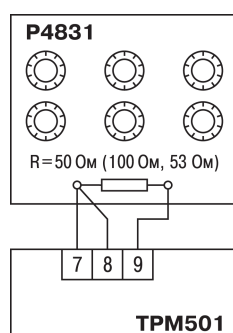

Рисунок 8.1 – Схема подключения
1. Подключить ко входу (клеммы 7 – 9, см. рисунок 8.1) прибора вместо датчика магазин сопротивлений типа P4831 (или подобный ему с классом точности не ниже 0,05) по трехпроводной линии. Сопротивления проводов в линии должны быть равны друг другу и не превышать 15 Ом.